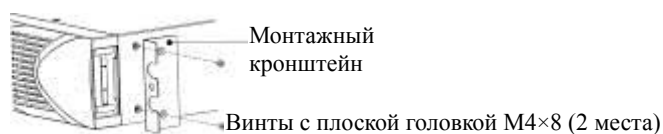

Рисунок 3 Установка монтажных кронштейнов
- i) Совместите монтажные кронштейны с отверстиями для винтов с каждой стороны ИБП и закрепите прилагаемыми винтами с плоской головкой M4×8 (см. Рисунок 3)